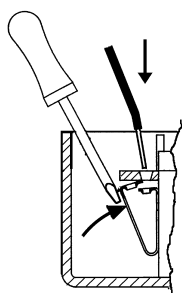

FIG. 2
- Per collegare i fili ai morsetti della serratura premere ogni linguetta, come in figura, fino all'allineamento dei fori e introdurre i cavi già spellati (fig. 2).
- In order to connect the wires up to the lock terminals, press each tab, as shown in the diagram, until the holes are aligned, and then insert the cables after removing the insulating material from their ends (fig. 2).
- Pour connecter les câbles aux bornes de la serrure, presser chaque languette comme indiqué en figure, jusqu'à obtenir l'alignement des trous et introduire les câbles déjà dénudés (fig. 2).
- Para conectar los cables a los bornes de la cerradura, apretar cada lengüeta como en la figura, hasta la alineación de los orificios e introducir los cables ya pelados (fig. 2).
- Для подсоединения проводов к зажимам замка нажать на каждый язычок, как показано на рисунке, до центровки отверстий и вставить кабели, предварительно удалив изоляционный материал с их концов (рис. 2)
- Para ligar os fios eléctricos aos terminais da fechadura, premir as patilhas conforme indicado na figura até alinhar os furos e introduzir o fio já descarnado (fig. 2).